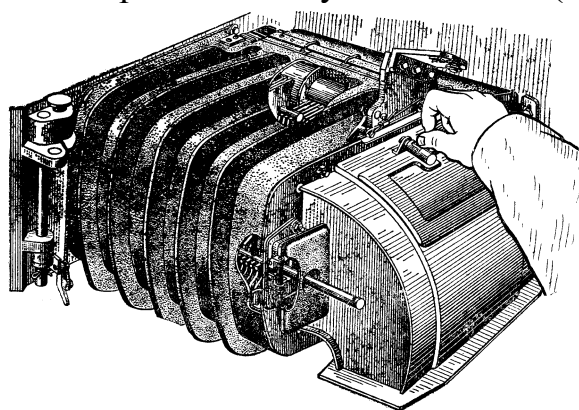

Рис. 10. Зняття кришки горловини гвинтового рукаву системи живлення гармати 2А42
- знімає чохла з гвинтового рукаву та гнучкого елементу системи живлення, знімає кришку горловини гвинтового рукаву (рис. 10) та вкладає її всередині машини у гільзоланкозбірник;